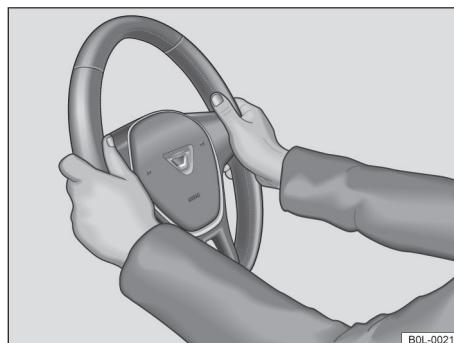

图 55 方向盘上：9点钟和3点钟位置
- 调整方向盘至合适位置，驾驶员稍弯肘即可握在方向盘轮缘外侧的 9 点钟和 3 点钟位置 → 图 55。
- 驾驶车辆时驾驶员双手务必始终握在方向盘轮缘的 **9点钟和3点钟位置** → 图 55，以减轻驾驶员正面安全气囊触发时对驾驶员的伤害程度。